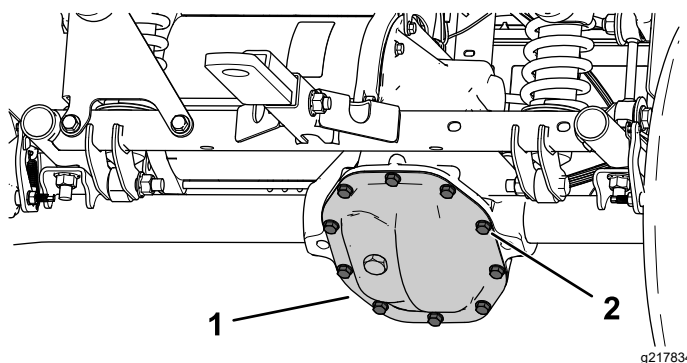

Figure 51
1. Placez un bac de vidange sous la protection de la boîte-pont (**Figure 51**).
2. Retirez les boulons de la protection de la boîte-pont et vidangez tout le liquide (Figure 51).